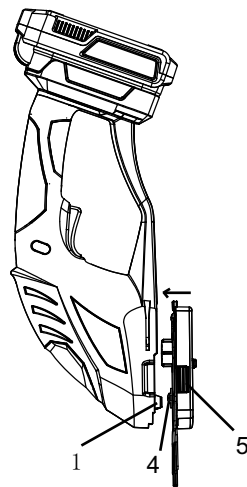

Рис. 6
- Вставьте два шипа (1) в пазы кустореза (4).
- Наконец, отпустите кнопку разблокировки (5). Установка насадки завершена.
- Чтобы снять насадку, нажмите на кнопку разблокировки (5) насадки-кустореза (3) или насадки-ножниц (2), одновременно извлекая насадку (рис. 6).